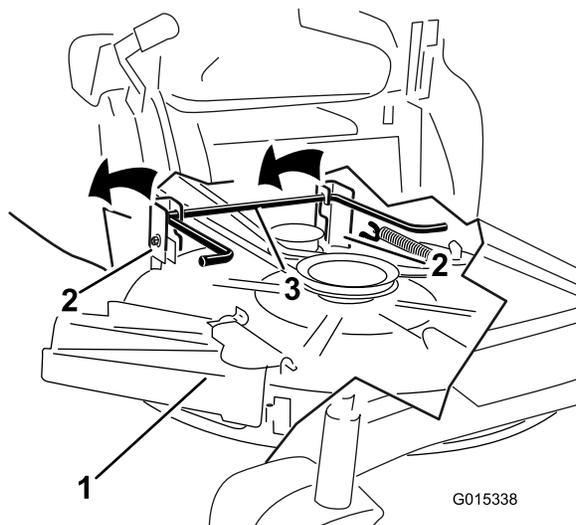

Figura 56
- Alzate il tosaerba e i supporti di sostegno dall'asta di sollevamento posteriore e abbassate con cautela il tosaerba al suolo (Figura 56).
5. Alzate la parte posteriore del piatto di taglio e guidate i supporti di sospensione lungo l'asta di sollevamento posteriore (Figura 56).